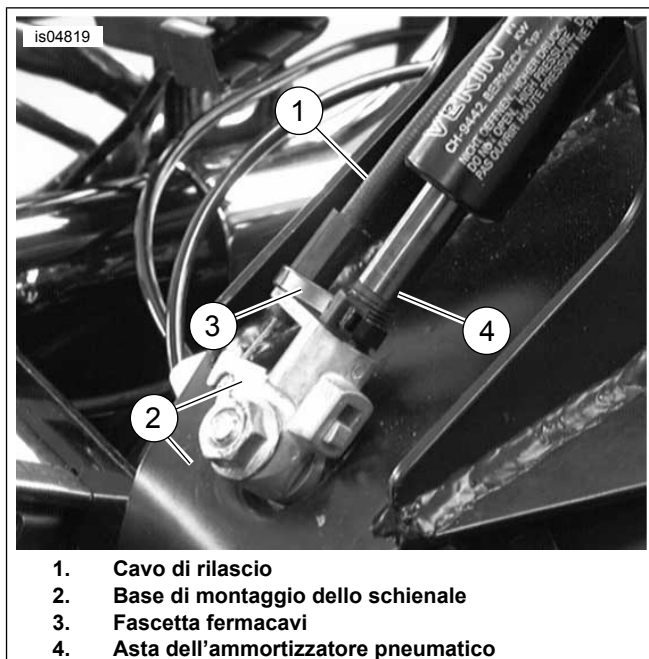

Figura 6. Collegare il cavo alla base di montaggio della staffa
12. Figura 6 Collegare come illustrato il cavo di rilascio (1) alla base di montaggio dello schienale (2). Usando la fascetta fermacavi (3) in dotazione, fissare con cura il cavo all'asta dell'ammortizzatore pneumatico (4). Non stringere eccessivamente la fascetta fermacavi.